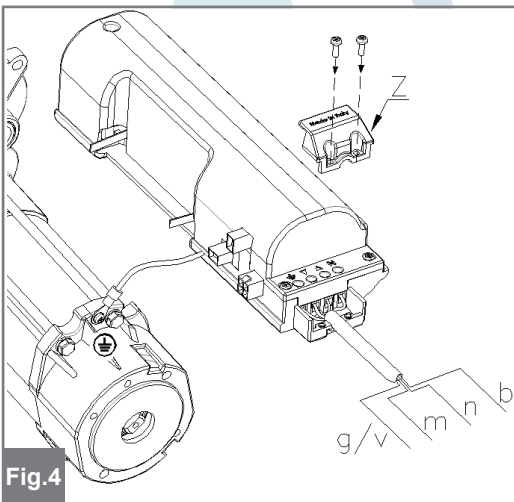

Fig.4
- 16) Pasaremos el cable por dentro el pasacables « Z » y haremos las conexiones del motor (Fig.4). Es muy importante respetar el común del motor “ b “ y conectar el cable de tierra. Con electrofreno, quitar el puente (Z) y enbornar la bobina del electrofreno (V), (ver gráfico 6).
- 16) Insira o cabo de alimentação no passa-fios “Z” e execute as ligações (ver fig. 4). É importante respeitar a ligação comum do motor “B” e executar a ligação à terra. Caso aplique o travão elétrico, remova a ponte (Z) e nos mesmos contactos ligue os 2 fios da bobina (V), (ver figura 6).